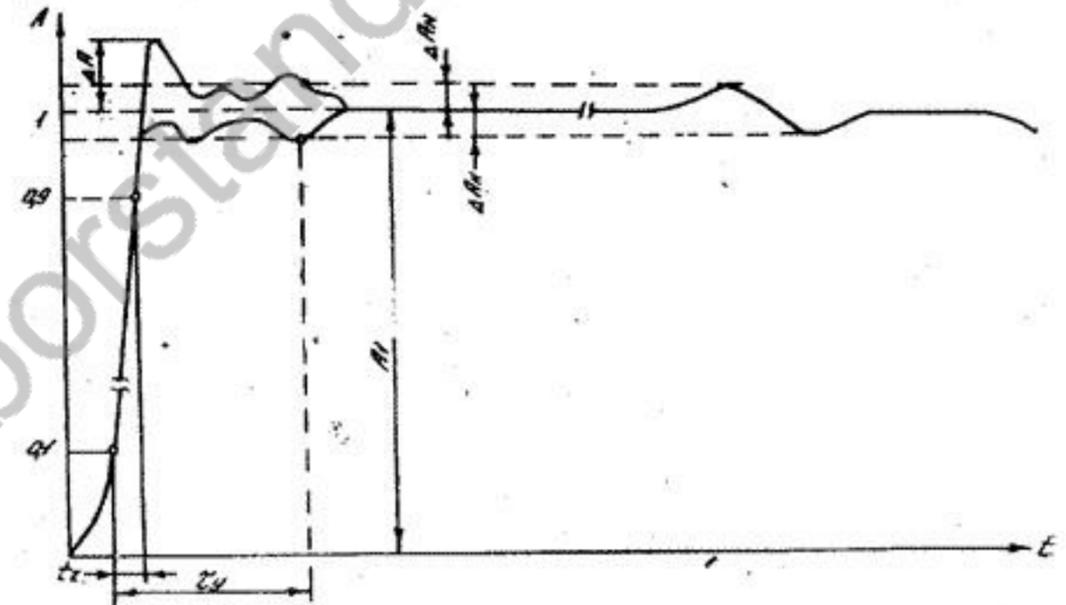

Рис. 21. Изображение импульсов на экране ЭЛТ при проверке времени нарастания, выброса, времени установления переходной характеристики и неравномерности.
Время установления (τ_y) переходной характеристики определяется как интервал времени, отсчитываемый от момента достижения уровня 10% установившегося (амплитудного) значения ПХ до момента времени, начиная с которого неравномерность ПХ не превышает заданного значения (рис. 21).
Время нарастания (t_r) переходной характеристики определяется как интервал времени, в течение которого переходная характеристика нарастает от 10 до 90% установившегося (амплитудного) значения (рис. 21).
14.3.3.4. Параметры переходной характеристики определяют (рис. 21) методом прямых измерений при помощи генератора испытательных импульсов Г5-56.